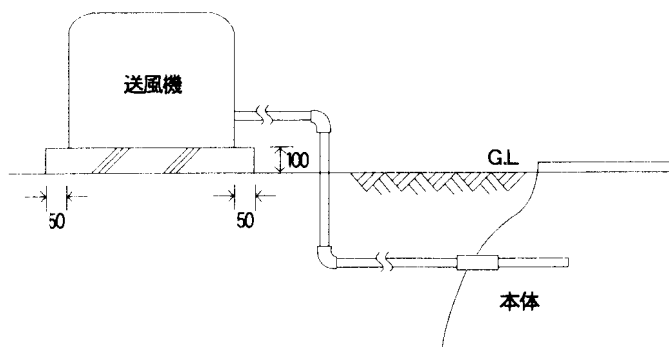

図 8
②電気工事について
- (1) 電気工事は、資格を有する専門業者によって行ってください。
- (2) 電力会社によって、進相コンデンサーの取り付けが必要な地域があります。
- (3) 地下埋設の電気管は厚肉鋼管または、HIVEを使用してください。
- (4) 浄化槽内は金属を腐食させるガスが発生しますので、制御盤との接触部分は必ず密封してください。
- (5) 接地工事（第3種）は必ず行ってください。
④-13 送風機の取付け
- ①送風機の設置場所は、風通しの良いできるだけ日陰の場所に設置してください。また、運転音の気になる所（寝室や応接間のそばなど）への設置はさけ、維持管理に便利なところが適当です。
- ②接地工事（アース）は必ず行ってください。（第3種接地工事）
- ③基礎はコンクリート造りとし、地上より100mm以上の高さで建物より200mm以上はなしてください。また、送風機台の外寸より50mm大きく仕上げてください。（図8参照）
- ④電気配線で100V電源よりヒューズボックスを通してください。（コンセントを使用する場合は、容易に取はずしできない構造としてください。）